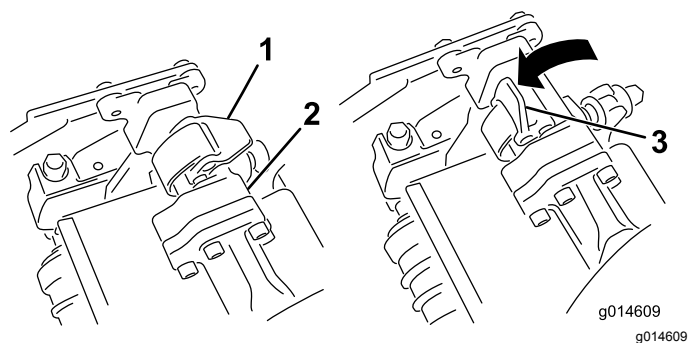

図 45
4. ラッチを下げて閉じるとカッティングユニットのバーがロックされてユニットがアームにセットされる図 45。
4. 取り外したいカッティングユニットのサスペンションアームのバーについているラッチを開く(図 45)。